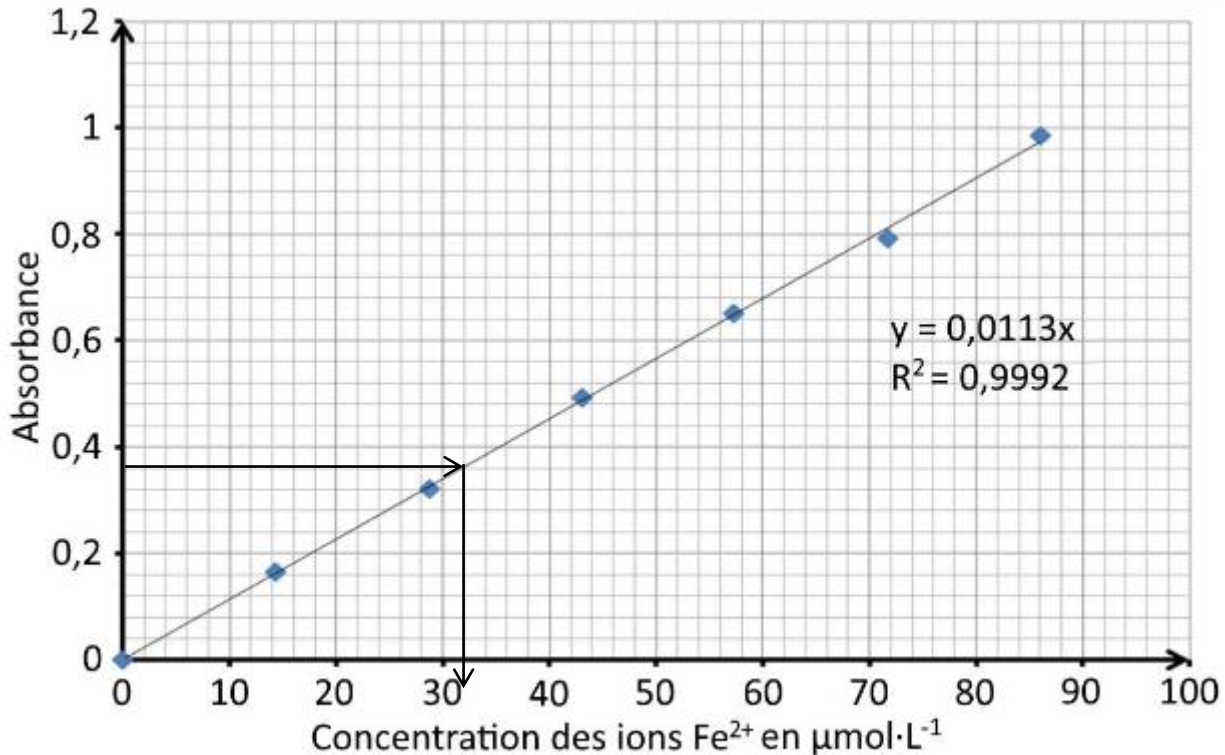

Figure 3. Courbe d'étalonnage
**Q.11. Justifier que la courbe d'étalonnage de la figure 3 vérifie la loi de Beer-Lambert.**